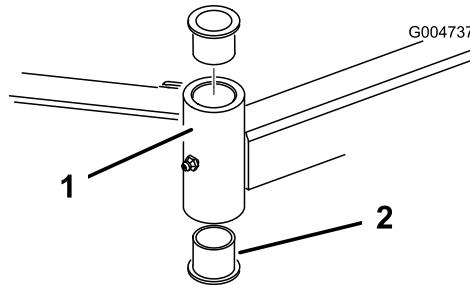

Рисунок 96
4. Вставьте выколотку сверху или снизу монтажной трубы и выбейте втулку из трубы (Рисунок 96).